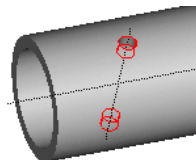

图 6.5.10 孔特征
Step3. 创建图 6.5.10 所示的孔特征。单击 **模型** 功能选项卡 **工程** 区域中的  按钮；孔放置的主参考为 CENTER 基准面，然后按住 Ctrl 键选取轴线 fixing_bolt_axis，孔的直径为 4.0，侧 1 和侧 2 的选项均为 。